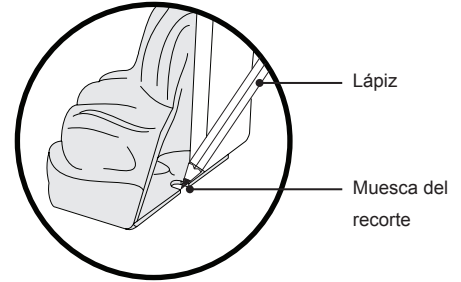

Figura 3. Marcos de montaje del agujero
- 2 Con un lápiz, marca en el suelo, donde el recorte de la muesca está en el interior de cada pie en garra (Figura 3). Esto será cuando el agujero de montaje serán perforados en el suelo. Repita este paso para el resto de localidades.